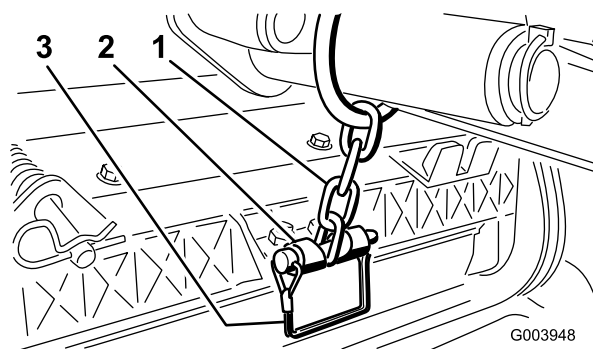

図 12
12. スナッパピンで、昇降アームのチェーンをチェーンブラケットに固定する 図 12。